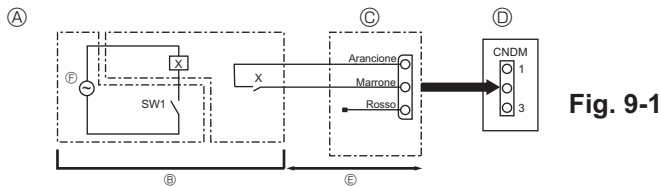

Fig. 9-1
9.1. Modalità bassa rumorosità (modifica in loco) (Fig. 9-1)